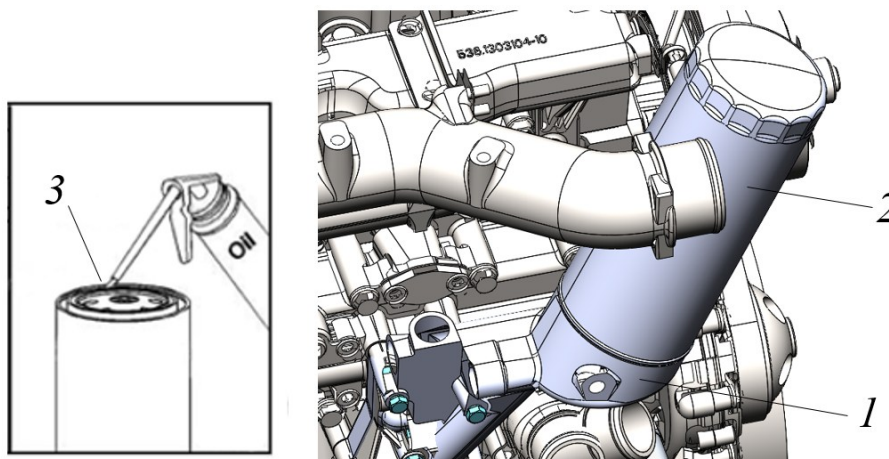

Рисунок 5.20. Расположение масляного фильтра на двигателе
- ▶ Отвернуть отработанный сменный фильтр поз. 2 рис. 5.20 от корпуса масляного фильтра поз. 1.
- ▶ Навернуть сменный фильтр 2 вручную до касания уплотнительного кольца с опорной поверхностью корпуса масляного фильтра поз. 1 рис. 5.20, после чего довернуть его на 1/2 - 3/4 оборота.